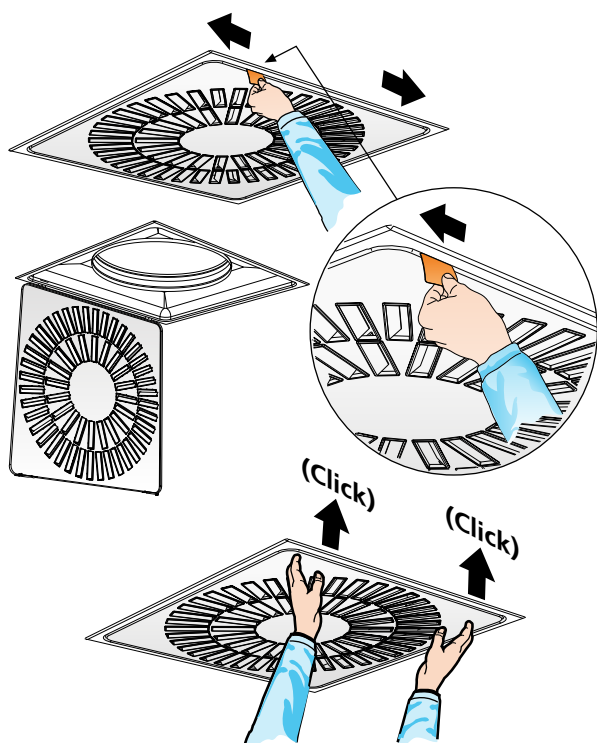

Abb. 1. Quick Access.
- Quick Access erleichtert und beschleunigt Installation und Reinigung, siehe Abbildung 1.
- Die Karte von der Mitte zur Ecke schieben, siehe Abbildung 1.